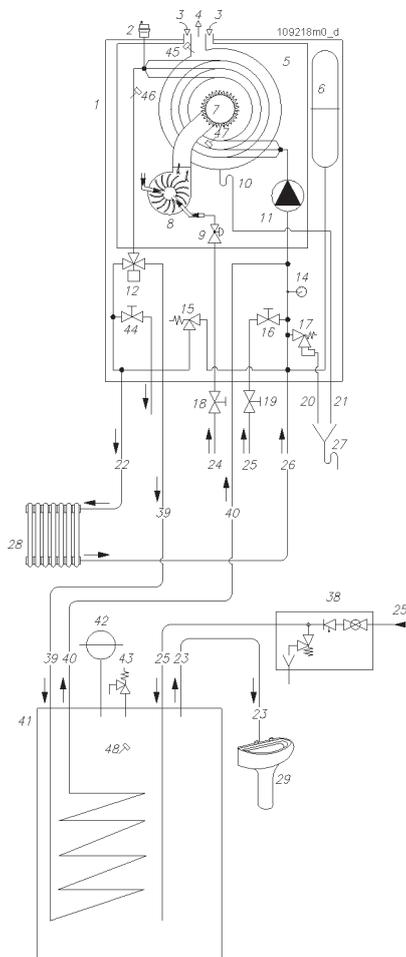

Abbildung 4 - Hydraulikplan Serie WKB mit Untenstehendem Brauchwasserspeicher und Flächenheizung
- WKB --. Mit diesem Heizkessel kann man eine Anlage für die Warmwasserbereitung mit einem Brauchwasserspeicher sowie eine Heizungsanlage realisieren, deren Heizkörper Temperaturen zwischen 40°C und 80°C erreichen können. Für ein Beispiel dieses Anlagentyps siehe Abb. 4.